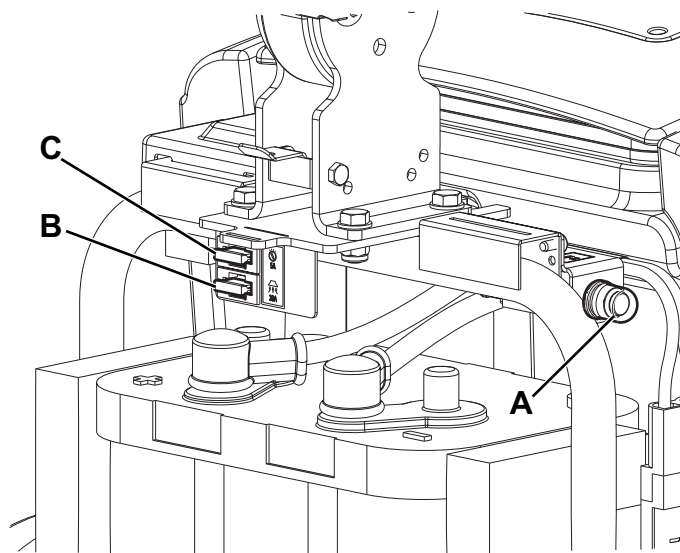

Рис. 8
2. Проверьте, чтобы ручка выбора функции (31) была в положении «0», и отсоедините коннектор аккумулятора (7).
3. Откройте крышку (4) и проверьте один из следующих предохранителей на предмет отключения или целостности (Рис. 8):